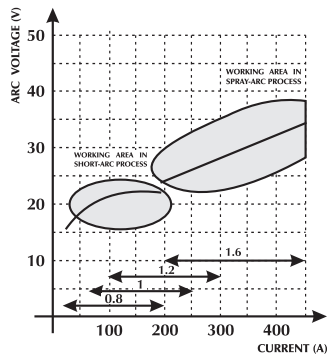

Fig. 2 Diagram för val av optimala arbetsförutsättningar.
- Trådmatningshastigheten står i relation till svetsströmmen. Förhållandet mellan olika svetsningsparametrar framgår av Fig. 2 och 3.